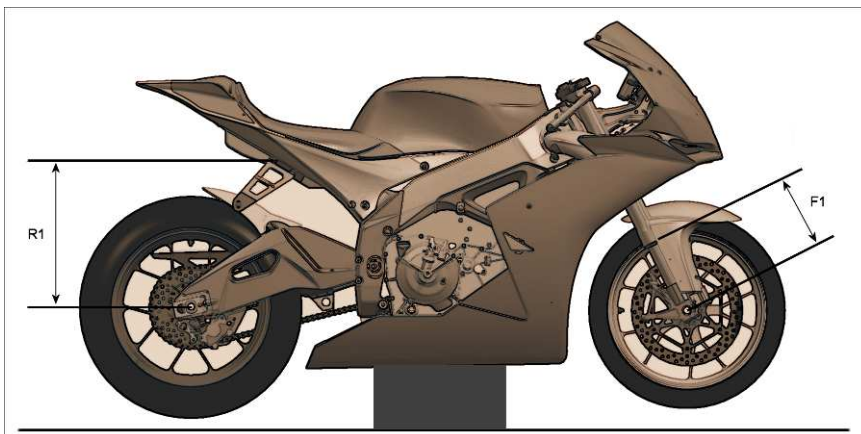

Fig 2 – Moto con ruote sollevate da terra
- Scegliere 2 punti di riferimento della moto uno per l'anteriore e uno per il posteriore. Nell'esempio illustrato nelle figure 2, 3 e 4 sono state scelte la fine del fodero forcella e la vite posteriore dell'attacco del silenziatore sul telaio sella (pedane passeggero nella versione stradale).